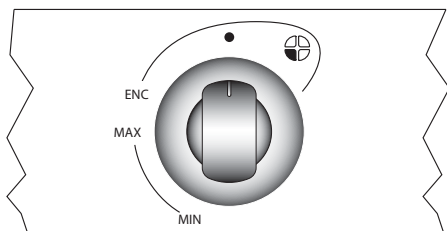

Fig. 1
1. Partiendo de la posición CERRADO (0) oprima y gire en sentido antihorario la perilla correspondiente al quemador seleccionado hasta la posición MÁXIMO (MÁX).
2. Anafe con Encendido Electrónico instantáneo “a una mano” (Fig. 1): mantenga presionada la perilla durante el encendido del quemador y sosténgala unos segundos más para que el calor de la llama active la válvula de seguridad.